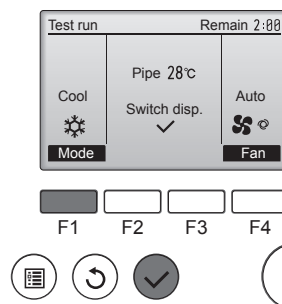

Fig. 8-3
- ① Appuyez sur la touche [F1] pour changer de mode de fonctionnement. (Fig. 8-3)